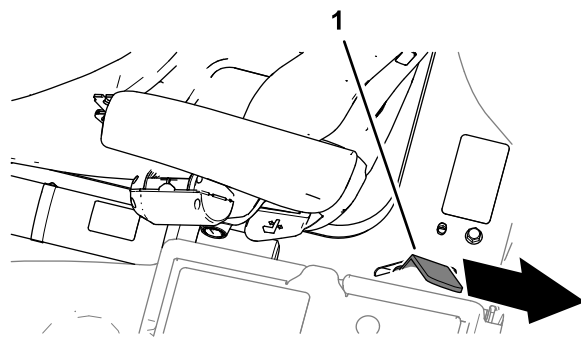

Figure 46
3. Abaissez complètement la plate-forme et déplacez la poignée de verrouillage vers l'arrière de la machine jusqu'à ce que les crochets du verrou s'engagent complètement sur la barre de verrouillage (Figure 46).